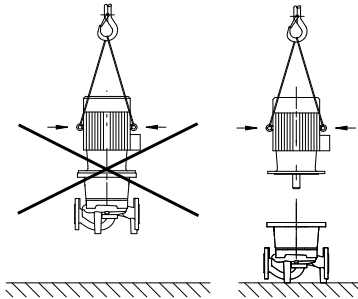

Fig. 8: Transport du moteur
- Les œillets de transport du moteur sont exclusivement dédiés au transport du moteur et non de la pompe complète (Fig. 8).